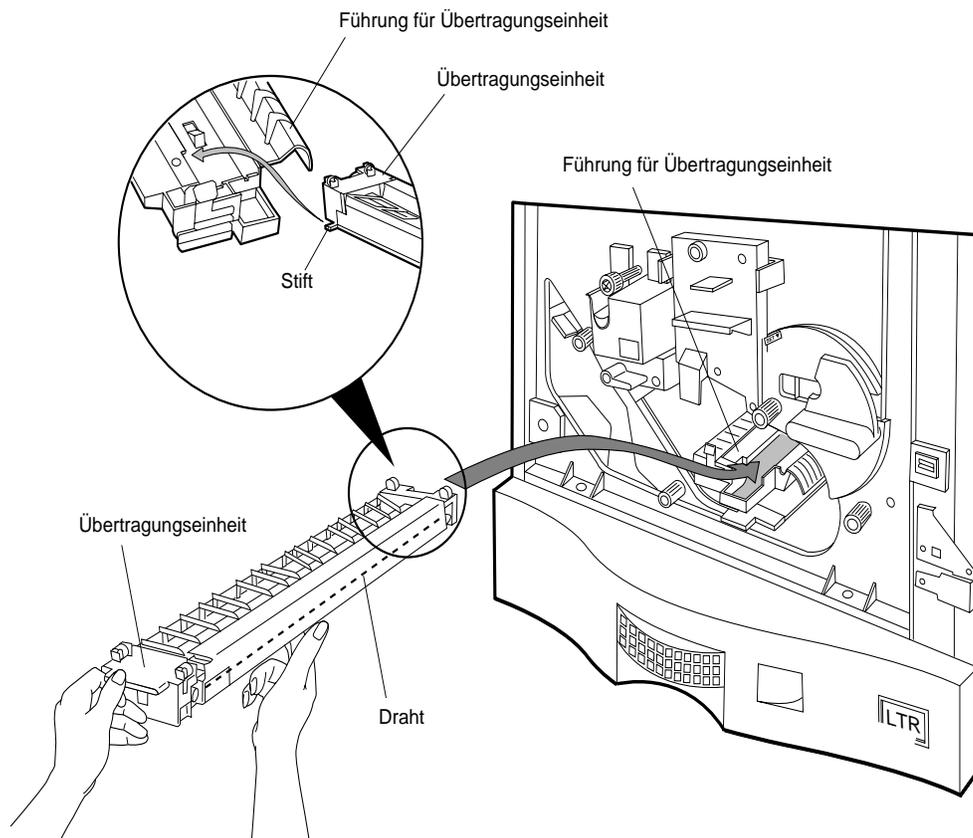

Abbildung 2-33 Übertragungseinheit einführen
3. Führen Sie den am Ende der Übertragungseinheit angebrachten Arretierstift leicht angewinkelt in die linke Schiene der Führung der Übertragungseinheit ein, und schieben Sie die Übertragungseinheit auf der Schiene hinein, bis sie hörbar einrastet. Siehe Abbildung 2-33.